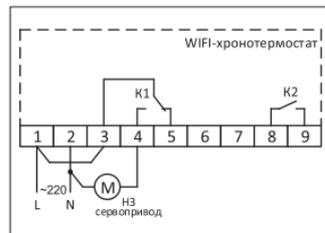

Рис. 3. Подключение нормально-закрытых сервоприводов - 220 В
**6.2.3.** В случае работы с нормально-закрытым сервоприводом, подключение производится к клеммам 2 и 4. (Рис. 3.)